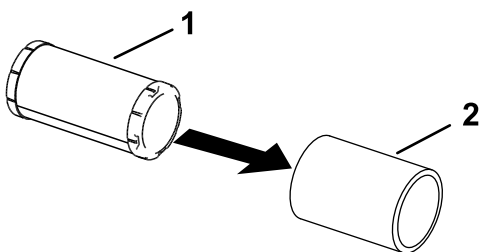

Figura 44
5. Separe los elementos de gomaespuma y papel (Figura 44).